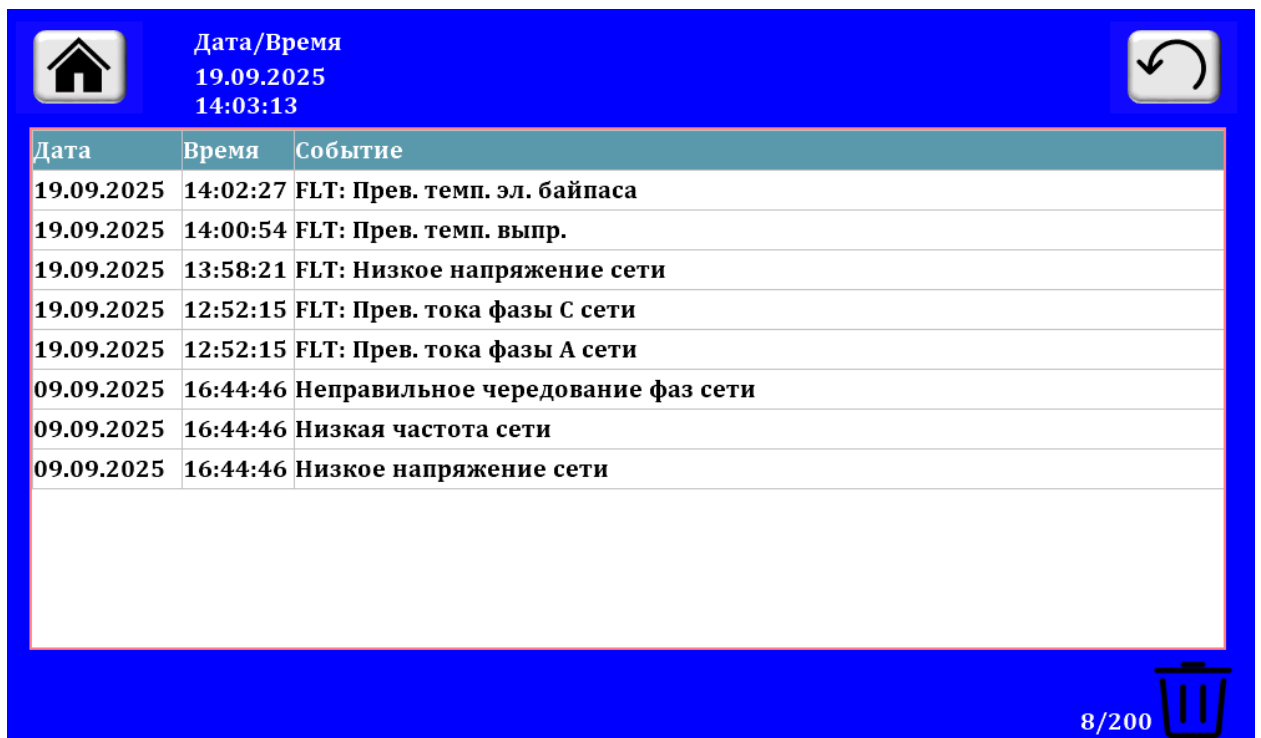

Рисунок 20 – Страница пульта управления журнала аварий и неисправностей
2.3.11.2 Если необходимо узнать более подробно, когда возник отказ, то необходимо нажать кнопку «Главное меню» на главной странице пульта управления (Рис. 2), на появившейся странице пульта (Рис. 10) нажать на кнопку «Журнал», после этого появится соответствующая страница (Рис. 20).